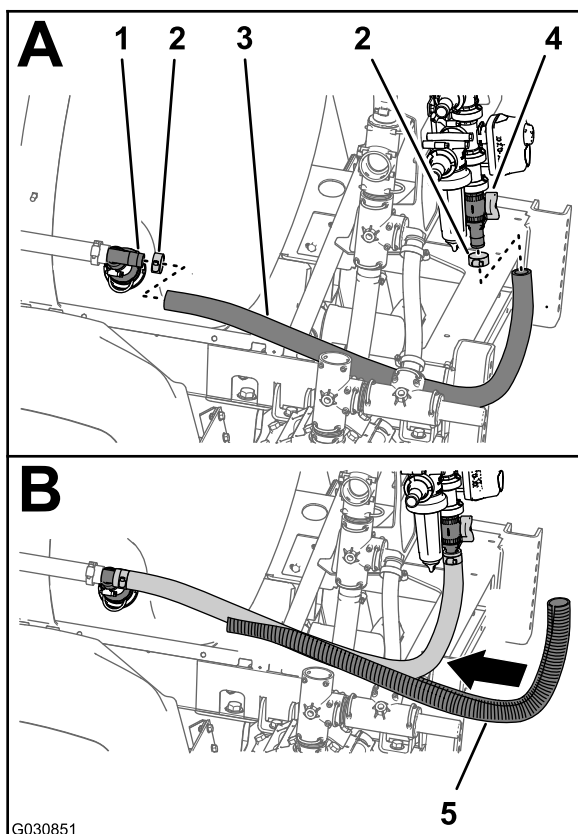

Figura 103
1. Montate il flessibile (1" x 41") sul raccordo a T dentellato nell'ugello dell'agitatore posteriore, nel serbatoio dell'irroratrice (Figura 103).
2. Fissate il flessibile al raccordo a T con la fascetta stringitubo (Figura 103) che avete rimosso al passaggio 2 di Rimozione della valvola dell'agitatore, della valvola a sfera e dei flessibili (pagina 34).
3. Montate l'altra estremità del flessibile (1" x 41") sul raccordo diritto dentellato nella parte inferiore della valvola di bypass (Figura 103).
4. Fissate il flessibile al raccordo diritto con una fascetta stringitubo (Figura 103) che avete rimosso al passaggio Smontaggio delle valvole dell'agitatore e di bypass (pagina 36).
5. Montate il tubo corrugato (Figura 103) sul flessibile (1" x 41").